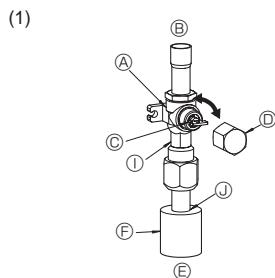
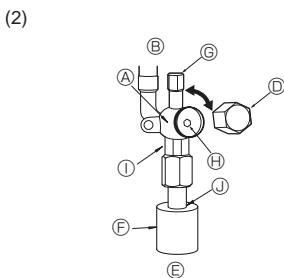

Fig. 4-6
Fig. 4-7
- (1) Lato gas di RP100-250 (Fig. 4-6)
- ① Rimuovere il cappuccio, tirare la maniglia verso sé e ruotare di 1/4 di giro in senso antiorario per aprire.
- ② Assicurarsi che la valvola d'arresto sia completamente aperta, spingere in dentro la maniglia e riportare il cappuccio alla posizione originale.
- (2) Lato liquido di RP100-250 e lato del gas/liquido di RP35-71 (Fig. 4-7)
- ① Togliere il cappuccio e girare fino a quando è possibile l'asta della valvola in senso antiorario utilizzando una chiave esagonale da 4 mm. Smettere di girare quando si urta l'otturatore.